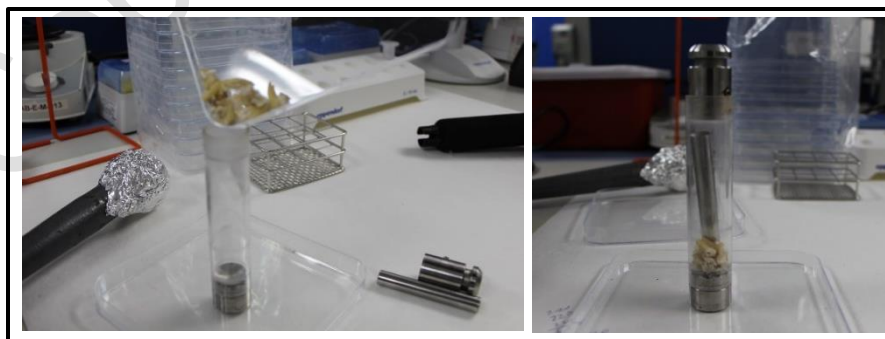

Imagen No. 2
9.4.3. Transferir los fragmentos de la pieza al reservorio del equipo de pulverización junto con la barra magnética y cerrar el reservorio con la tapa de acero (Imagen No.2).